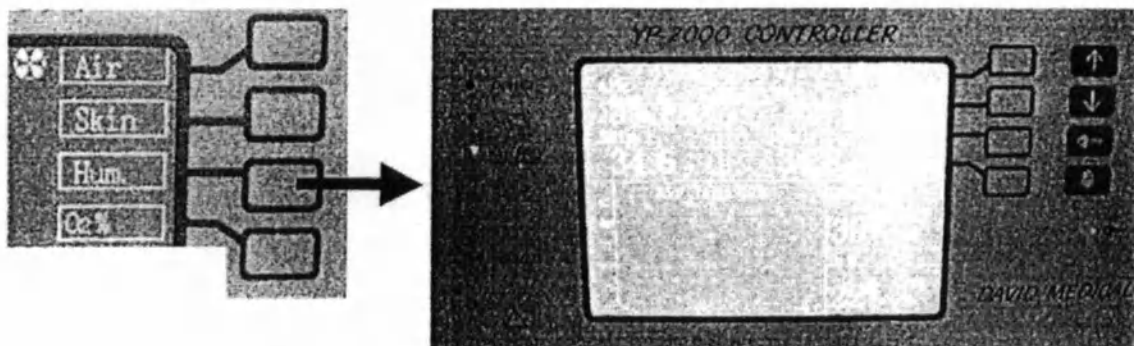

Рисунок 7-1, Установка установки влажности.
- C. На дисплее номер 1 нажать программную клавишу влажности. См. Рисунок 7-1, и включите влажность. Задайте установку влажности в 50 %.
- D. См. Рисунок 7-1, и включите контроль влажности. Задайте установку влажности RH % к значению, предписанному врачом сопровождения.
Когда светится индикатор установки, выбрать и нажать программную клавишу влажности на дисплее номер 1, чтобы войти в рисунок 7-1.